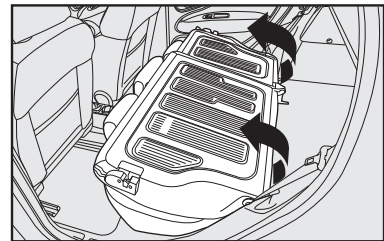

fig. 108
5) Rebater para a frente o encosto, passando os cintos pelos lados, até que este se apoie sobre o assento traseiro fig. 108.